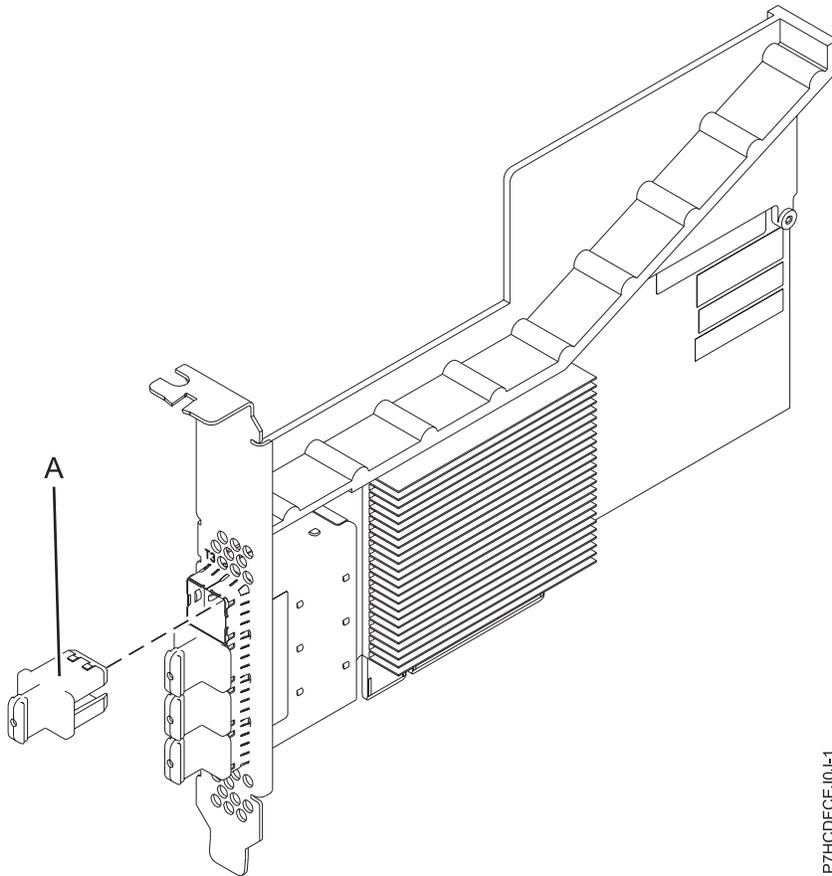

Figura 25. Adaptador PCIe3 RAID SAS
configuración de un solo adaptador y no puede combinarse con discos SAS en el mismo adaptador. El adaptador no tiene memoria caché de escritura. La Figura 25 en la página 67 muestra el adaptador PCIe3 RAID SAS cuatripuerto 6 Gb Adapter.
La Figura 25 en la página 67 muestra el adaptador. El conector (A) está instalado en un puerto vacío y evita daños en dicho puerto cuando se conecta o retira un cable de los conectores de puerto adyacentes.